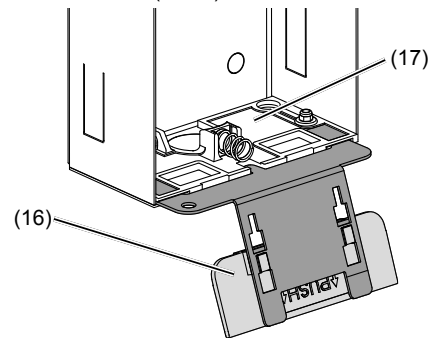

Bild 5: eingestecktes Öffnungswerkzeug
- Öffnungswerkzeug (16) in die Aufnahme des unteren Befestigungselementes (17) am Gehäuse stecken (Bild 5).
(16) Öffnungswerkzeug
(17) Befestigungselement
- Die Schlaufen des Sicherungsseils (17) am linken oberen Einhänger der Türstation und am oberen Befestigungselement (16) im Gehäuse einhängen. Die Türstation zur Installation auf das Öffnungswerkzeug stellen (Bild 5).